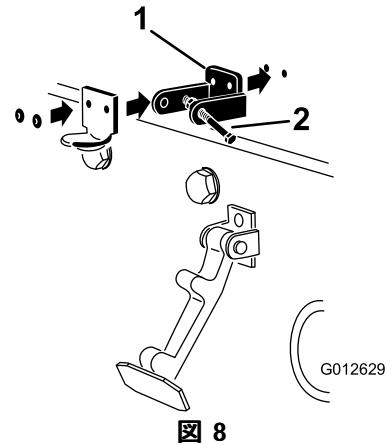

図8
3. CE用ロックブラケットとフードラッチブラケットの取り付け穴をそろえて、フードの上に位置決めする。ロックブラケットをフードに当てて取り付ける(図8)。ロックブラケットアームからボルト&ナットアセンブリを外してしまわないこと。
5. ブラケットとワッシャをフードにリベットで固定する(図8)。